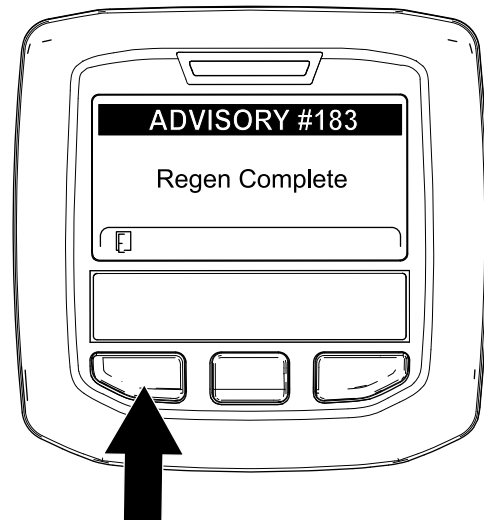

Bild 85
9. Wenn der Motorcomputer eine geparkte Regenerierung oder eine Wiederherstellung-Regenerierung abschließt, wird im InfoCenter ADVISORY #183 (Bild 85) angezeigt. Drücken Sie die linke Taste, um den Willkommenbildschirm anzuzeigen.